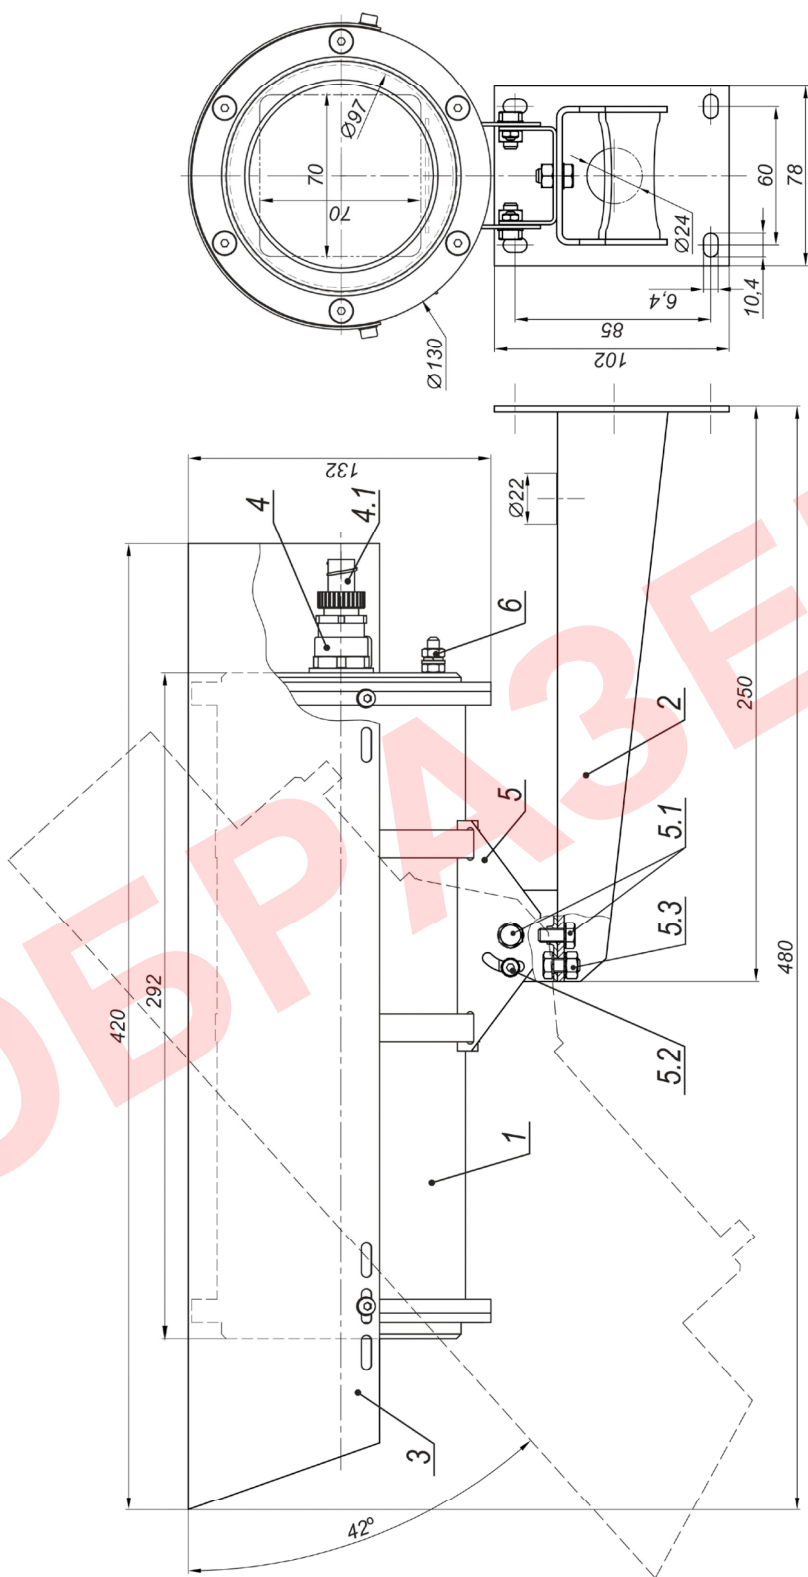

Рисунок 1 – Состав, габаритные и установочные размеры
В состав изделия входят (см. рисунок 1):
7. Установить кронштейн 2 (рисунок 1) на штатное место, закрепить на нём видеокамеру 1.
8. Заземлить термокожух с помощью клеммы заземления 6 (рисунок 1).